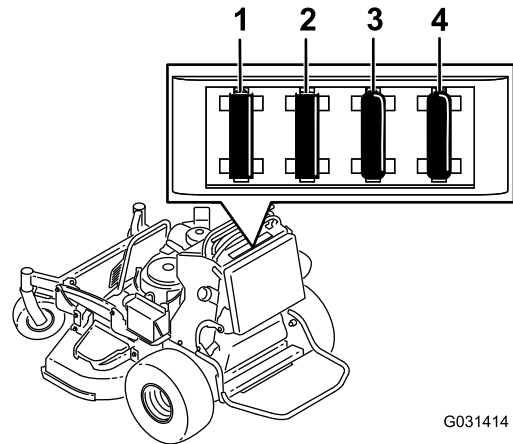

Figura 64
4. Extraiga el fusible y sustitúyalo (Figura 64).